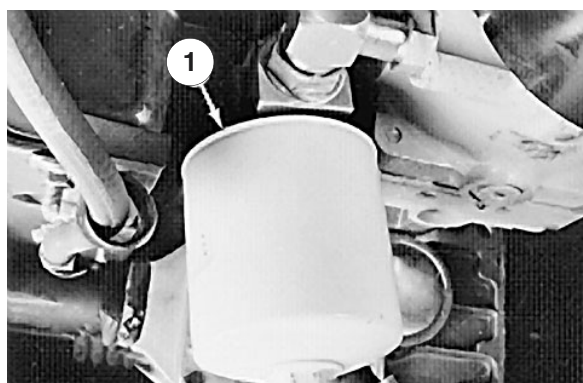

Figure 48
1. Nettoyez les alentours de la surface de montage du filtre à huile hydraulique. Sortez le filtre de la base (Fig. 48) et nettoyez la surface de montage du filtre.